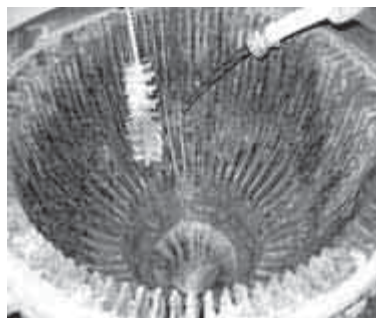

Figura 9-14 Pulire la camera di combustione con il tubo dell'acqua
- Staccare lo sporco e la fuliggine sotto un getto di acqua corrente (figura 9-14) usando una spazzola e un raschietto.